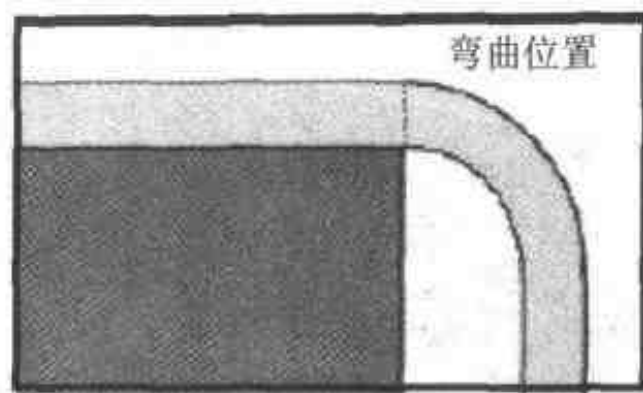

图 1.52 板料的弯曲示例
- 弯曲：这种弯曲图素直接应用于板料上，不作修剪，如图 1.52 所示。